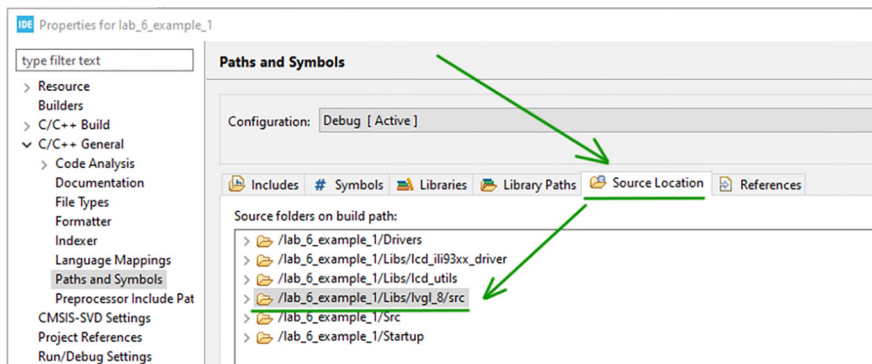

Рис. 8.4. Окно Source Location
3. Перейдите в «Source Location» и добавьте туда папку «src» из LVGL (рис. 8.4).